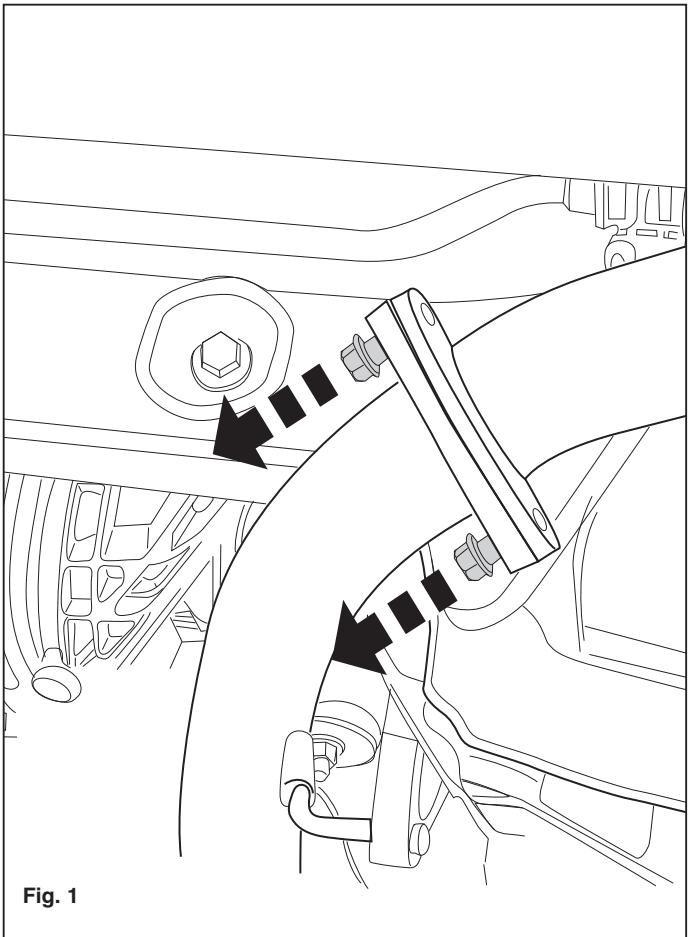

Fig. 1
1. Снять последний глушитель выхлопа. См. рисунок 1.